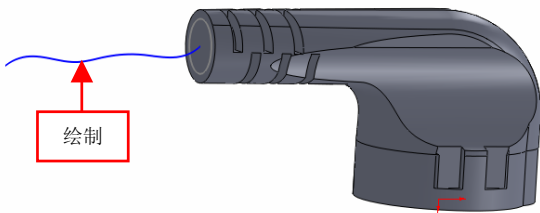

图 15-63 绘制草图对象
(17) 退出草图环境，单击【草图绘制】按钮，选取右视基准面为草图基准面，进入草图绘制环境，绘制草图，如图 15-63 所示。